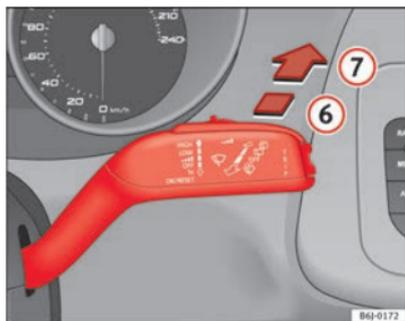

Fig. 68 Palanca del limpiacristales: limpiacristales
- Presione la palanca hacia delante hasta el encastre  ⇒ fig. 68. El limpiacristales debe accionarse en intervalos de 6 segundos.
- Presione la palanca completamente hacia delante hasta la posición  ⇒ fig. 68. El limpiacristales y el lavaluneta funcionan simultáneamente. El lavaluneta seguirá funcionando mientras mantenga la palanca en esta posición.